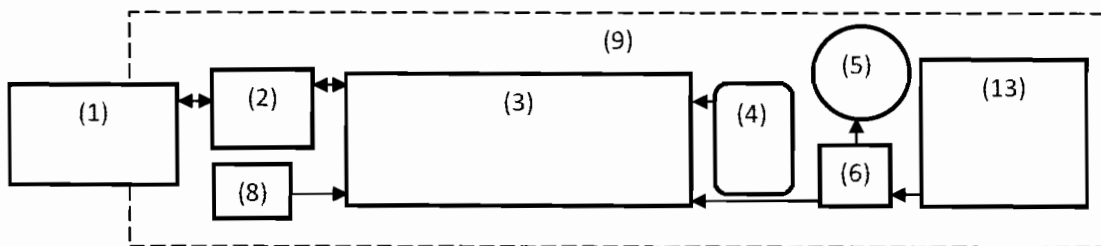

Figura 6
- Figura 6. Schema bloc a memoriei portabile flash de tip "stick" pe interfață Ethernet – alimentator wireless (prin atingere) conectat la USB.
b. Datele sunt transmise pe Ethernet și alimentarea pe USB, însă se poate folosi un cablu bifurcat, astfel că nu este necesar ca mufele mamă de USB și cea de Ethernet de pe PC pot fi mai depărtate unul de celălalt. Dacă se plasează mufa tată de Ethernet de pe "stick" într-o parte, iar mufa tată de USB de pe "stick" în cealaltă parte putem face un dispozitiv tip brățară, chiar și cu un cablu care se extinde cu yoyo (Figura 6).